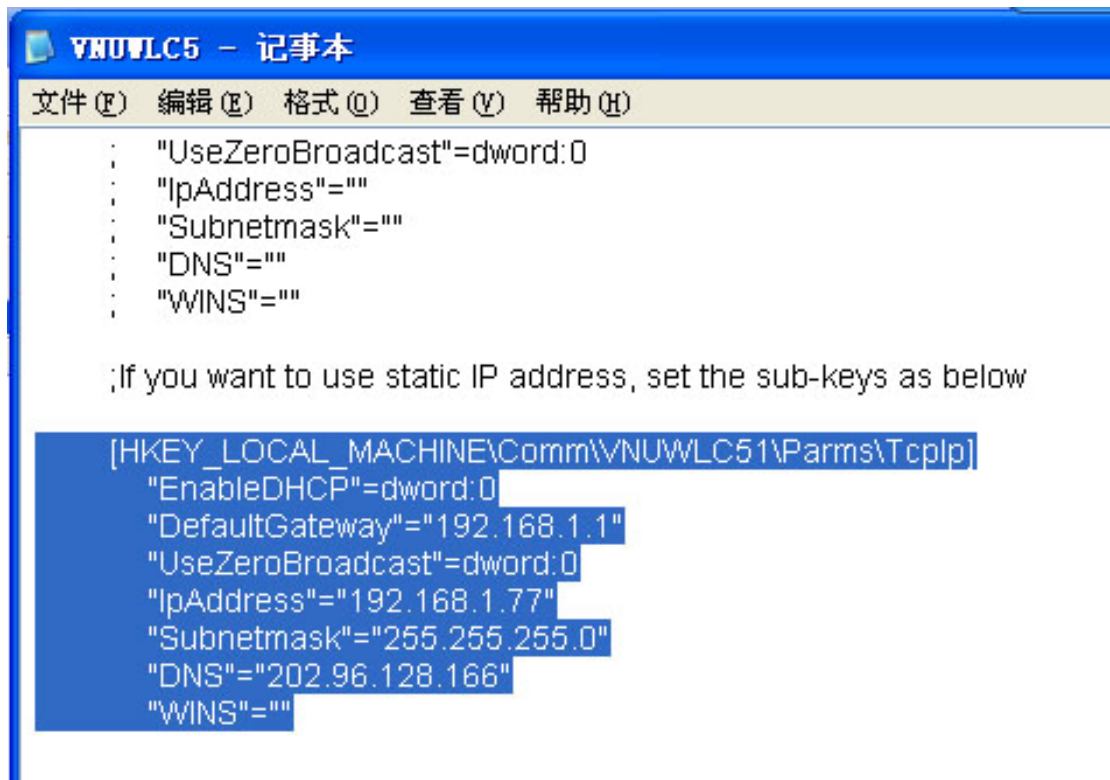

图 10
11. 从图 10 中，我们选择局域网固定分配 IP 地址的选项，将 IP 地址，网关，子网掩码，DNS 等信息修改好。如果你不了解这些应该填写什么，请与你的网管联系确定。